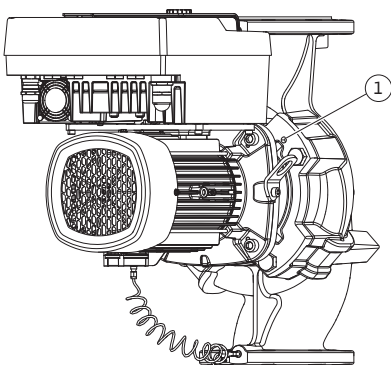

Fig. 11: Wypchnięcie głowicy silnika przez gwintowane otwory (DN 100 ... DN 125)
W przypadku typu pompy Fig. II i Fig. III (DN 100 ... DN 125) należy w tym celu wykorzystać dwa gwintowane otwory (Fig. 11, poz. 1). Zastosować przy tym odpowiednie śruby dostarczone przez użytkownika (np. M10 x 25 mm).
5. Wycisnąć głowicę silnika (patrz Fig. 4) z korpusu pompy. W tym celu należy wykorzystać dwa otwory gwintowane (patrz Fig. 11). W celu poluzowania osadzenia wkręcić śruby M10 o odpowiedniej długości w gwintowane otwory.